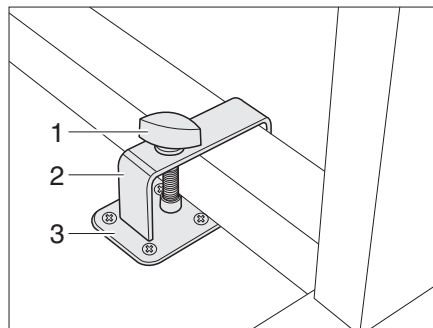
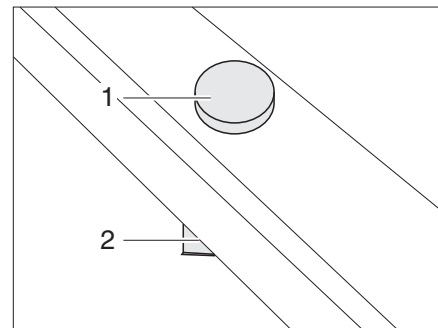

Fig. 84 Dispositif de blocage table pivotante avec étrier
Fig. 85 Dispositif de blocage table pivotante sans étrier
- Placer la table pivotante près du support (Fig. 84,3) ou sur celui-ci (Fig. 85,2).
- Placer l'étrier (Fig. 84,2) avec la vis de fixation (Fig. 84,1) par-dessus le pied de table.
- Pousser l'étrier et, le cas échéant, la table pivotante de telle sorte que la vis de fixation (Fig. 84,1 ou Fig. 85,1) puisse être vissée dans le support (Fig. 84,3 ou Fig. 85,2).